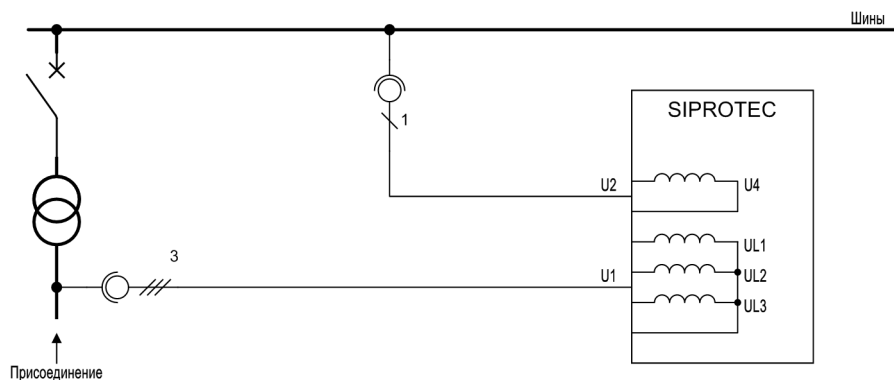
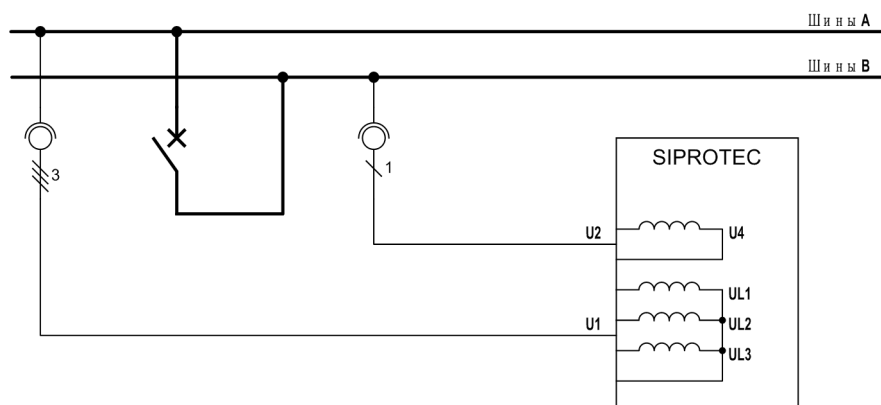

Рисунок 2-116 Питание
Рисунок 2-117 ШСВ
- Типовое применение - это, например, контроль синхронизма присоединения и шин (см. рисунок 2-116) или контроль синхронизма двух систем шин, соединяемых шиносоединительным выключателем (см. рисунок 2-117).
Если между двумя трансформаторами напряжения включен силовой трансформатор (рисунок 2-116), его векторная группа может быть учтена в реле 7SJ62/64, так что внешний преобразователь не требуется.